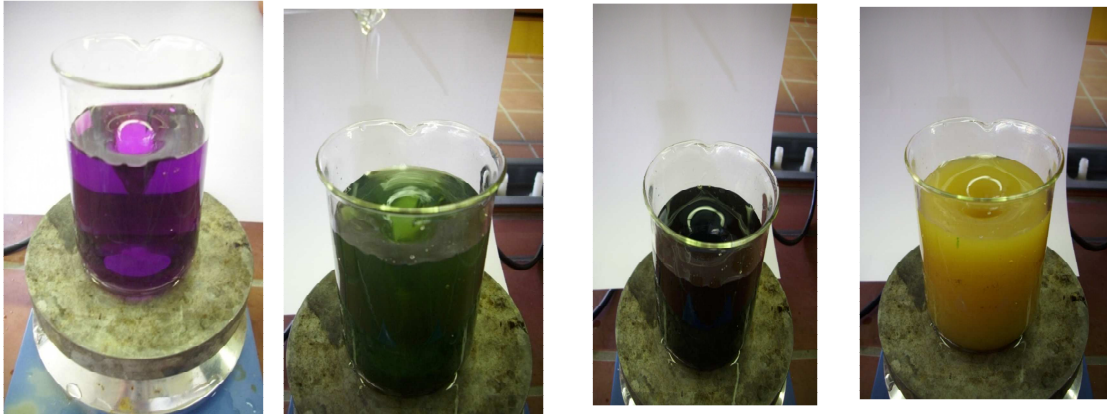

Abbildung 1: Farben des Manganations
**Beobachtung:** Es entsteht ein aufeinanderfolgender Farbwechsel von violett über grün und blau bis hin zu orange-braun (siehe Abbildung 1).